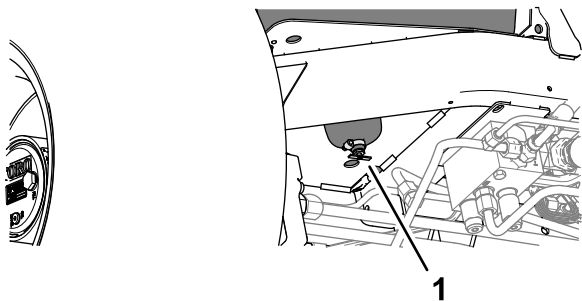

Figura 131
2. Plasati un recipient de scurgere sub robinetul de evacuare din partea inferioară a rezervorului de combustibil (Figura 131).